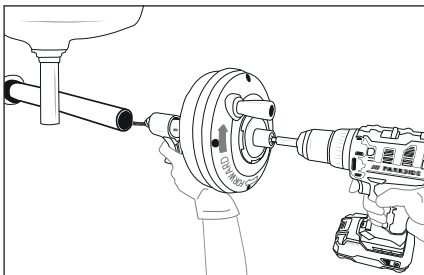

Bild 3
- 8) Kontrollera att produkten kan hållas högst 10 cm från avloppsöppningen. Ett större avstånd till avloppsöppningen ökar risken för att spiralen ⑧ vrids eller böjs. Om avståndet är större ska avloppsöppningen förlängas med rör och anslutningar av samma storlek så att anordningen kan placeras max 10 cm framför avloppsöppningen (se bild 3). Om spiralen ⑧ inte har tillräckligt stöd kan den böjas, vridas och skadas eller skada användaren.
- ▶ Följ anvisningarna för att minska risken för skador på grund av en vriden eller trasig spiral ⑧, piskrapp från snärtande spiraländar, att produkten välter, kemiska skador, infektioner eller andra orsaker.
- 7) Snurra trumman **2** medsols (det framgår av pilen på baksidan av trumman **2**, se bild 3) och tryck på avtryckaren **6**. När man trycker på avtryckaren **6** förs spiralen **8** ner i avloppet. Man kan också föra spiralen **8** fram och tillbaka i snabb takt genom att omväxlande dra ut och skjuta in den i trumman **2** för hand.